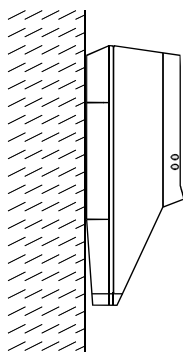

Рисунок 3.1
6.4.2 Настенный монтаж, наклон 0° по вертикали (Рис. 3.1)